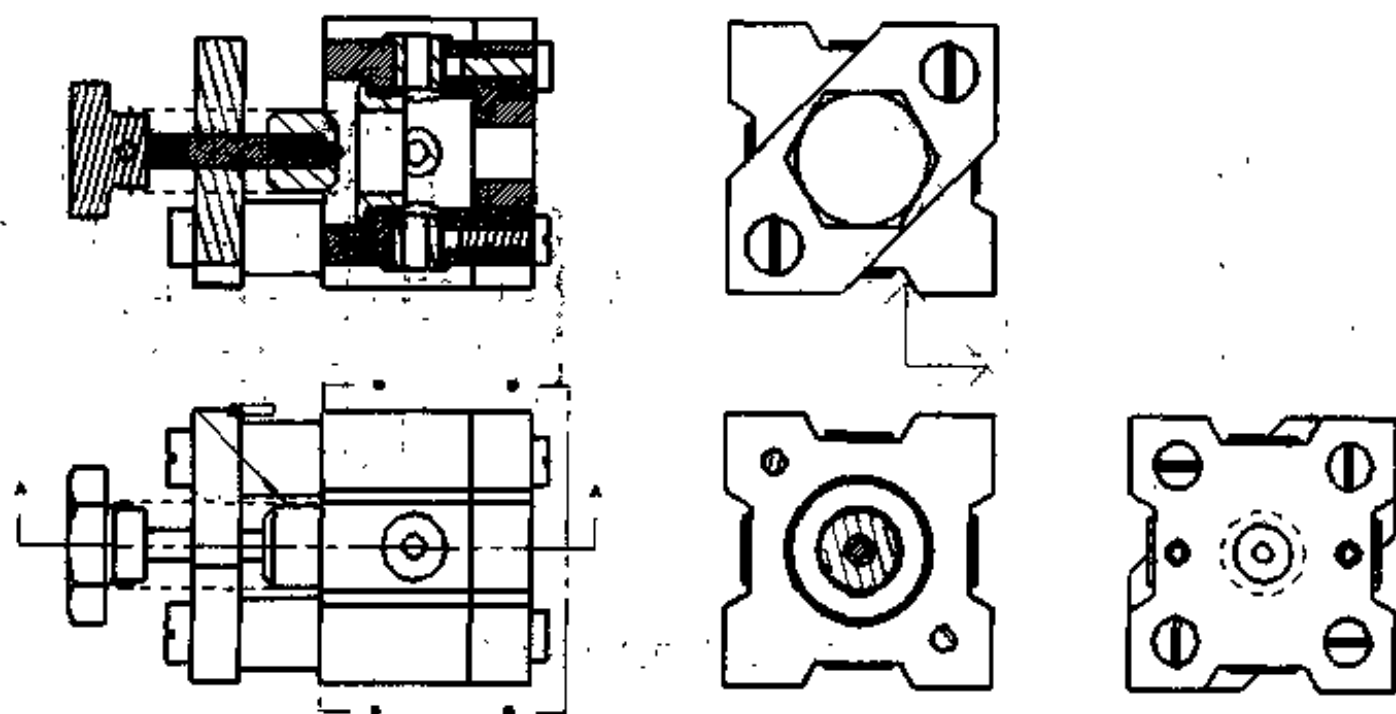

图 3.100 向电子图板输出图形
- (1) 打开 CAXA 电子图板 V2，选择【文件】|【数据接口】|【dwg/dwf 文件读入(D)】命令，找出上部输出的图纸，单击【确定】按钮，结果如图 3.100 所示。